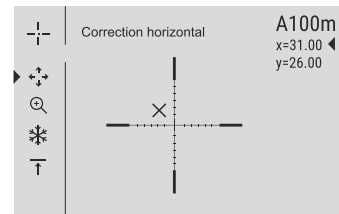

Fig.5
- Si le point d'impact ne correspond pas au point de visée (centre du réticule du viseur), maintenez enfoncé le bouton **M** (4) pour ouvrir le menu principal.
- Une croix auxiliaire  apparaît au centre de l'affichage, et les coordonnées de la croix auxiliaire X et Y apparaissent en haut et à droite (**voir Fig. 5**).